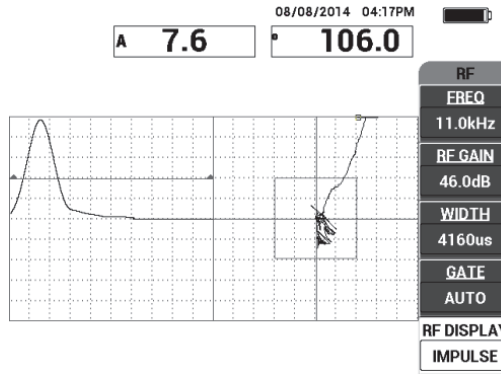

Figura 6-6 Tela PULSO
6. Se preferir, ajuste a **RF DISPLAY (TELA RF)** (tecla E) para **PULSO** (veja Figura 6-6 na página 135). No entanto, recomenda-se o uso do modo **RF DISPLAY (TELA RF)** devido à facilidade de interpretação de cada sinal.